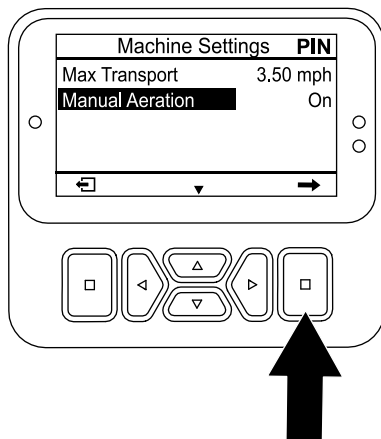

Bild 113
5. Drücken Sie die Taste „nach unten“, bis die Option MANUAL AERATION [Manuelles Aerifizieren] ausgewählt ist, und drücken Sie die Auswahl Taste (Bild 113), um das manuelle Aerifizieren auf EIN einzustellen.